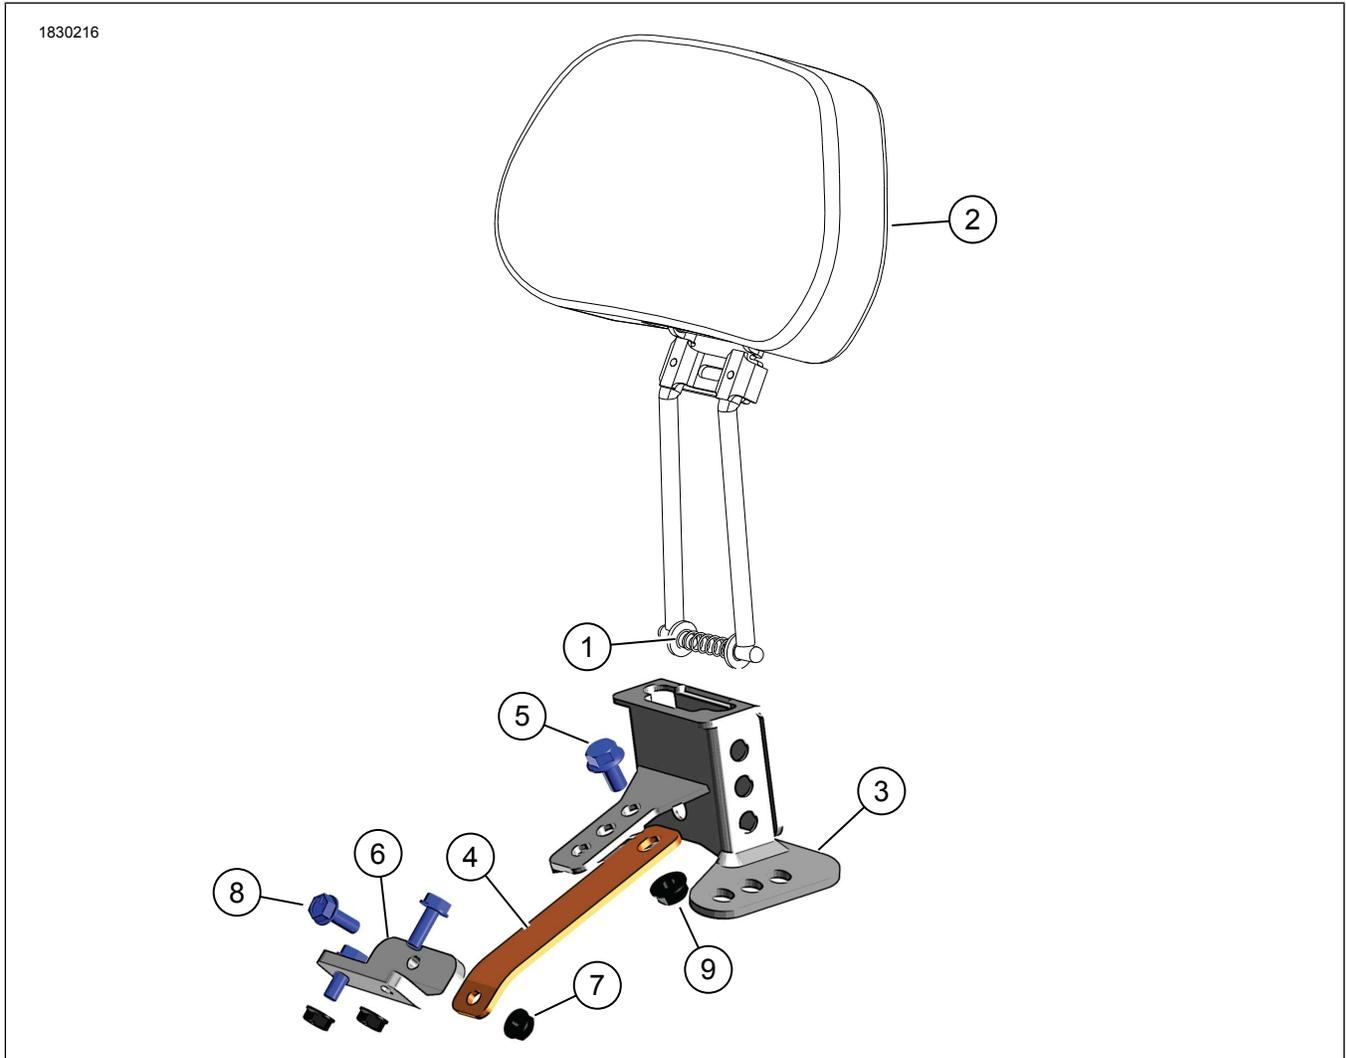

Figure 1. Contenu du kit : Composants du dossieret du motard
2. Voir la Figure 1. Retirer le capuchon protecteur en plastique et le contre-écrou du goujon.
4. Avec la languette de support de montage du dossieret tournée vers l'avant, fixer le support de montage du dossieret (3) à la plaque de goujon avec des contre-écrous de série de la plaque de goujon.